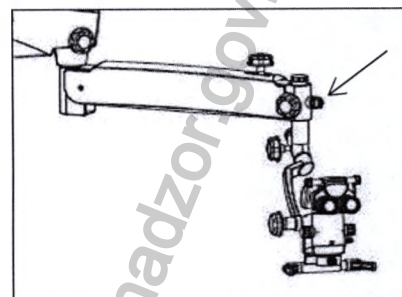

Рис. 18.1
5. Освещение регулируется посредством ручки, рисунок 18.1. Для достижения желаемого уровня освещения вращайте ручку по или против хода часовой стрелки.